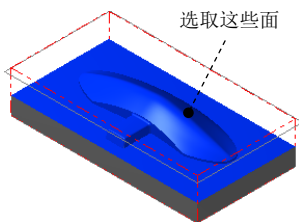

图 9.6 选取加工面
(1) 选取加工面。在图形区中选取图 9.6 所示的面（共 31 个面），然后按 Enter 键，系统弹出“刀具路径的曲面选取”对话框。